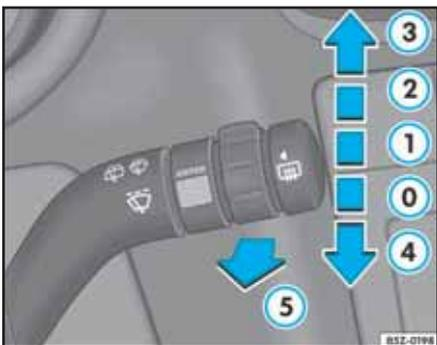

Fig. 76 Palanca del limpiador/lavador del parabrisas
La palanca del limpiador/lavador ⇒ fig. 76 tiene las siguientes posiciones:
- Desplace la palanca para arriba, hasta la posición ①. Las escobillas efectúan un movimiento cada 6 segundos aproximadamente.
- En las versiones con el sensor de lluvia, mueva el control (A) ⇒ fig. 76 hacia arriba o abajo para establecer la duración de los intervalos.